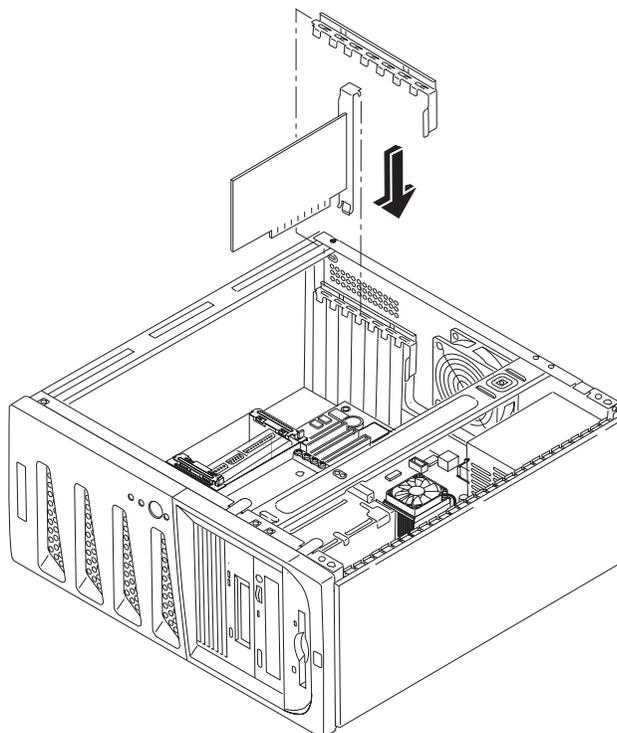

Figure 3-22. Insertion d'une carte d'extension
- Alignez la carte, insérez-la et appuyez fermement jusqu'à ce qu'elle s'enclenche. Voir la Figure 3-22.